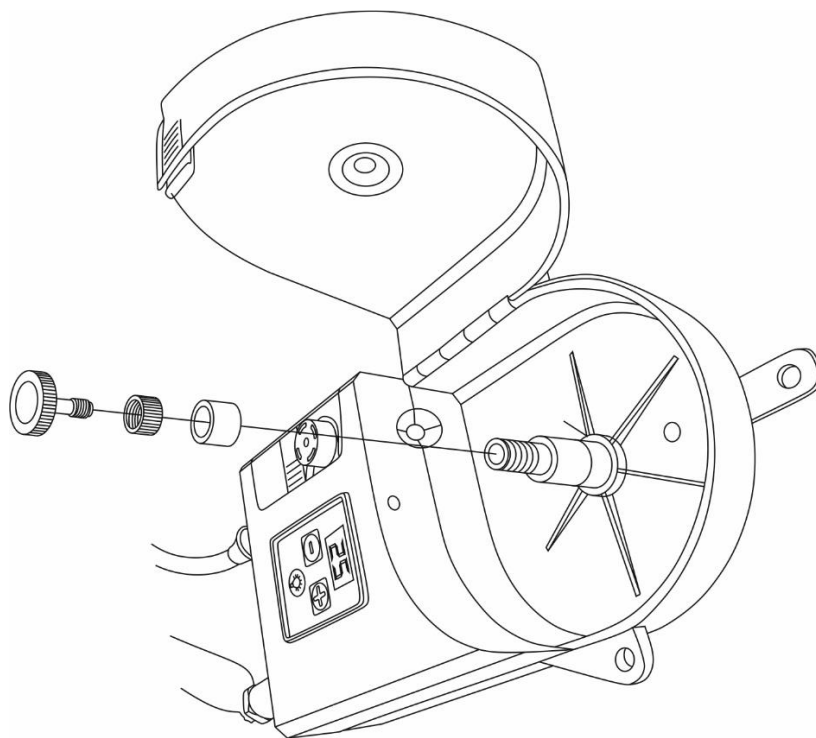

Рис. 7.3. Подготовка к установке катушки с проволокой.
2. Открутите гайку и извлеките центрирующую втулку (См. рис. 7.3)